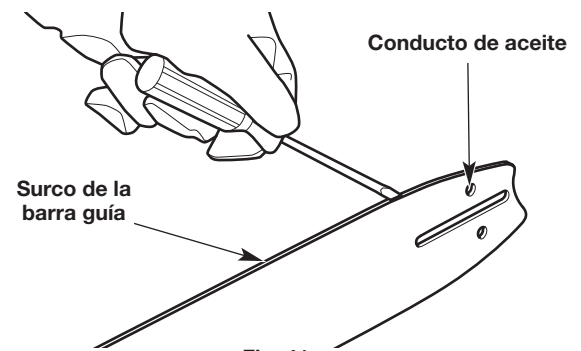
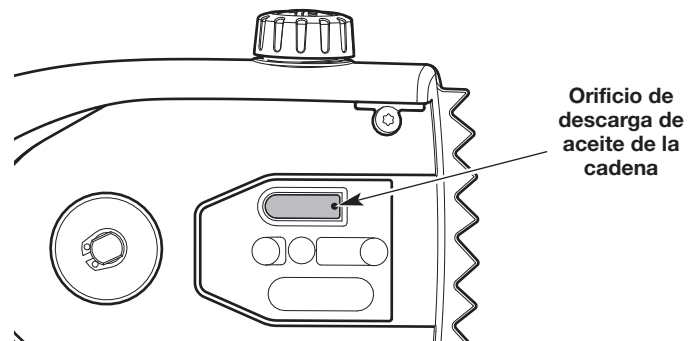

Fig. 41
Fig. 42
2. Limpie la canaleta de la barra de guía y los pasos de aceite siempre que se extraiga la cadena, cuando la unidad se ha usado mucho o cuando la cadena de la sierra parece estar sucia. Use un destornillador, una espátula, un cepillo de alambre o similar para retirar los residuos de la canaleta de la barra de guía (Fig. 41). Utilice un alambre liso y pequeño para eliminar cualquier desecho del orificio de descarga de aceite de la cadena (Fig. 42).